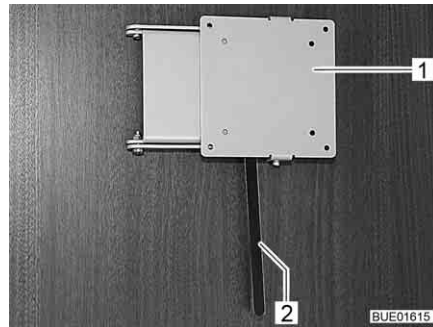

Fig. 91 Support avec levier de déverrouillage
- Pousser le levier de déverrouillage (Fig. 91,2) sur le côté et pivoter le support (Fig. 91,1) et l'écran plat pour les amener en position souhaitée.
- Pivoter l'écran plat en sens inverse, jusqu'à ce que le support (Fig. 91,1) s'enclenche dans le verrouillage.